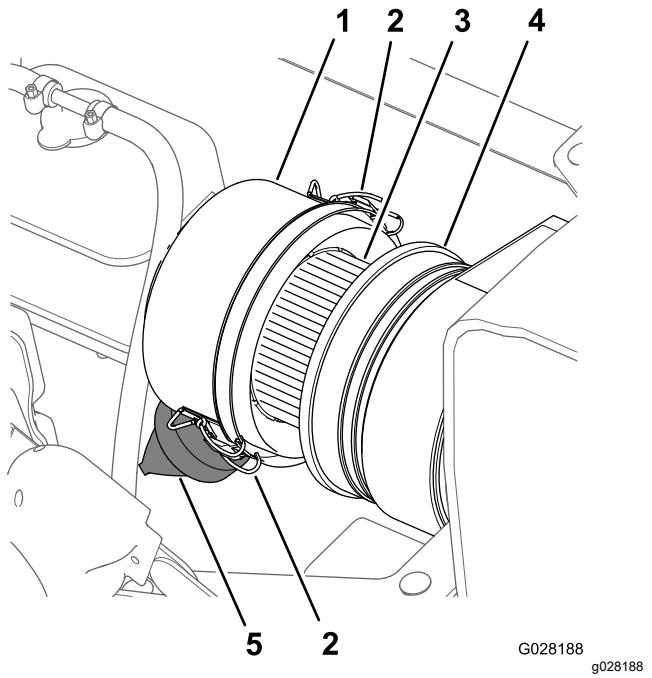

Bild 64
3. Reinigen Sie den Staubdeckel und das Luftfiltergehäuse (Bild 64).
4. Prüfen Sie das Gehäuse des Luftfilters auf Schäden, die eventuell zu einem Luftleck führen könnten (Bild 64).
5. Drücken Sie das Staubventil zusammen, um Schmutz, Staub und Rückstände zu entfernen (Bild 64).
7. Überprüfen Sie den Luftfiltereinsatz auf starke Staub-, Schmutz- oder Rückstandsansammlungen (Bild 64).
8. Setzen Sie den Staubdeckel auf das Luftfiltergehäuse und befestigen den Deckel mit den zwei Riegeln (Bild 64).
2. Reinigen Sie den Staubdeckel und das Luftfiltergehäuse (Bild 64).
6. Wischen Sie die Innenseite des Staubdeckels, des Luftfiltergehäuses und des Staubventils mit einem feuchten Lappen ab (Bild 64 und Bild 65).